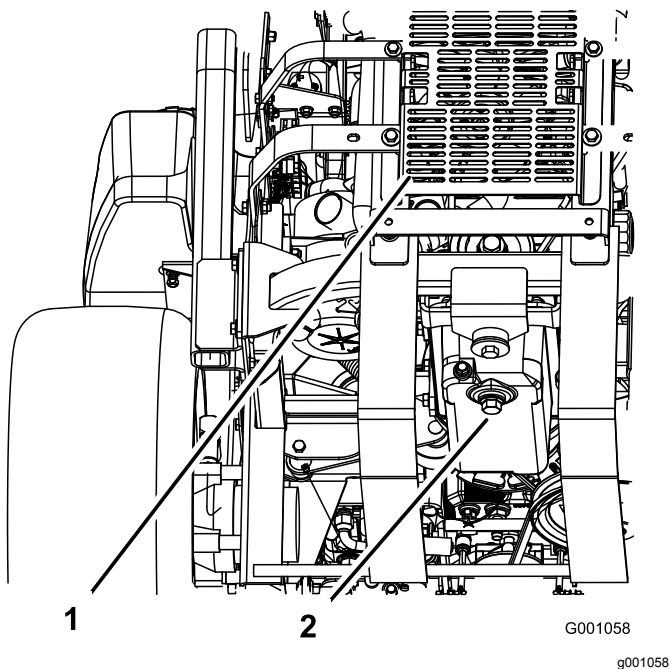

Figura 60
5. Coloque um recipiente debaixo do orifício de escoamento de óleo. Retire o tampão de escoamento e deixe o óleo escoar completamente (Figura 60).